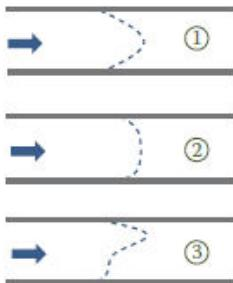

Рисунок 2.1
Большинство расходомеров в некоторой степени зависят от профиля потока. Это означает, что ошибка измерения будет затронута, если профиль потока не соответствует ожиданиям проектировщика расходомера. Некоторые принципы измерения очень чувствительны, тогда как другие будут менее затронуты. Однако в целом важно знать профиль потока в месте установки расходомера. В длинной прямой трубе профиль потока имеет тенденцию быть симметричным. На рис. 2.1 показаны два симметричных профиля потока: один для низкого потока (1), а другой для высокого потока (2). Изгибы, Т-образные сечения, редукторы, фильтры, клапаны и датчики вызывают несимметричные сдвиги в профиле потока (3). Величина помех или турбулентности зависит как от материала трубы, так и от самой жидкости. Существуют эмпирические правила для различных типов расходомеров и распределителей. Например, один изгиб обычно допустим, если более чем в пять раз диаметр трубы находится вдали от индуктивного расходомера. Минимальное рекомендуемое расстояние в большинстве случаев выражается в количестве диаметров труб, например,  $5 \times DN$  (что равно 500 мм для трубы с номинальным диаметром 100 мм). Конечно, это минимальное расстояние также зависит от того, насколько точно требуется измерить.